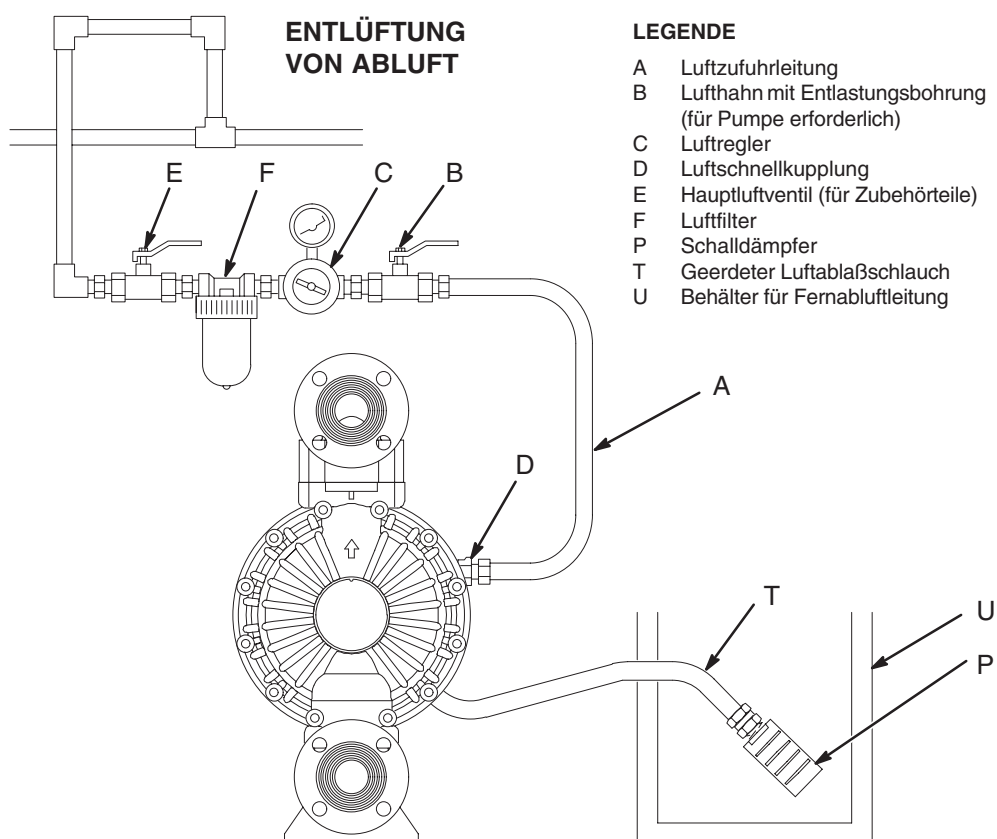

Abb. 6
Bei Membranriß wird das gepumpte Material mit der Luft abgeleitet. Ans Ende der Abluftleitung einen geeigneten Behälter stellen, um das Material aufzufangen. Siehe Abb. 6.
1. Den Schalldämpfer (P) aus der Abluftöffnung in der Pumpe ausbauen.
2. Einen elektrisch leitenden Luftschlauch (T) anschließen und den Schalldämpfer (P) mit dem anderen Ende des Schlauchs verbinden. Der Abluftschlauch muß einen Innendurchmesser von mindestens 19 mm (3/4") haben. Wenn ein Schlauch benötigt wird, der länger als 4,57 m ist, muß der Durchmesser größer sein. Scharfe Krümmungen und Knicke im Schlauch vermeiden. Siehe Abb. 6.
3. Einen Behälter (U) an das Ende der Luftleitung stellen, um im Fall eines Membranenrisses Material aufzufangen.